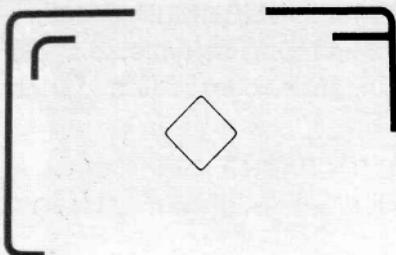

Fig. 13
1. The viewfinder's bright frame shows your picture area. (Fig. 13) The inside frame is a parallax-correcting mark. This frame is used when taking close-up photographs.
1. Der Leuchtrahmen-Grossbildsucher zeigt Ihnen genau den Ausschnitt, den Sie nachher auf dem Film haben. (Fig. 13)